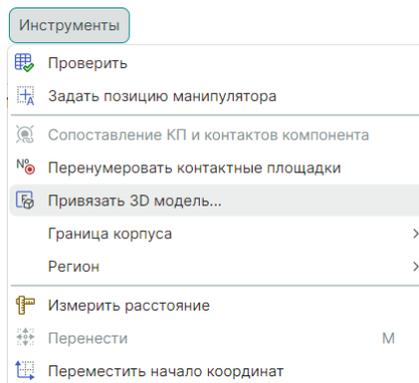

Рис. 165 Вызов функции привязки 3D модели
2. Активируйте инструмент через главное меню «Инструменты» → «Привязать 3D модель», см. Рис. 165.